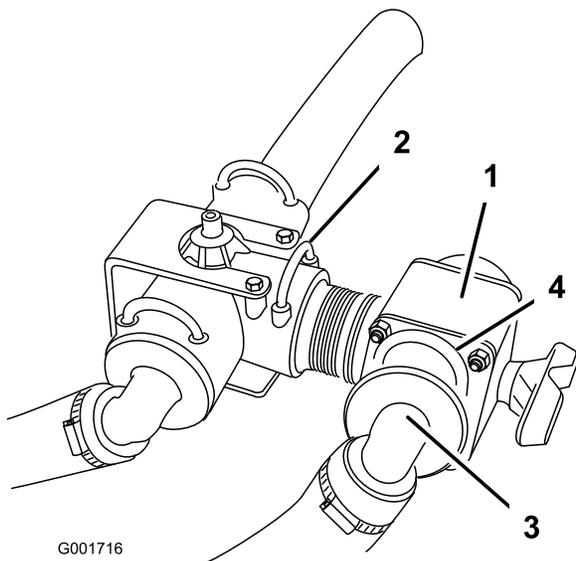

Figura 9
4. Instale a nova válvula de controlo na porta aberta virada para trás no T de alimentação e prenda-a com a nova forquilha de retenção (Figura 9).
6. Ligue o tubo de alimentação da rampa à porta aberta na válvula de controle e prenda-o com o fixador previamente removido (Figura 9).